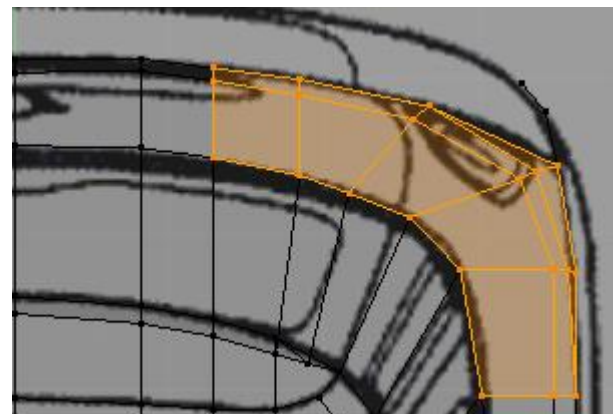

Figura 4.80
9. Na janela Top Ortho, reposicione os vértices inseridos adaptando-os à linha da imagem. Reposicione também os vértices da esquina que estão sobre o guarda lamas, figura 4.80.